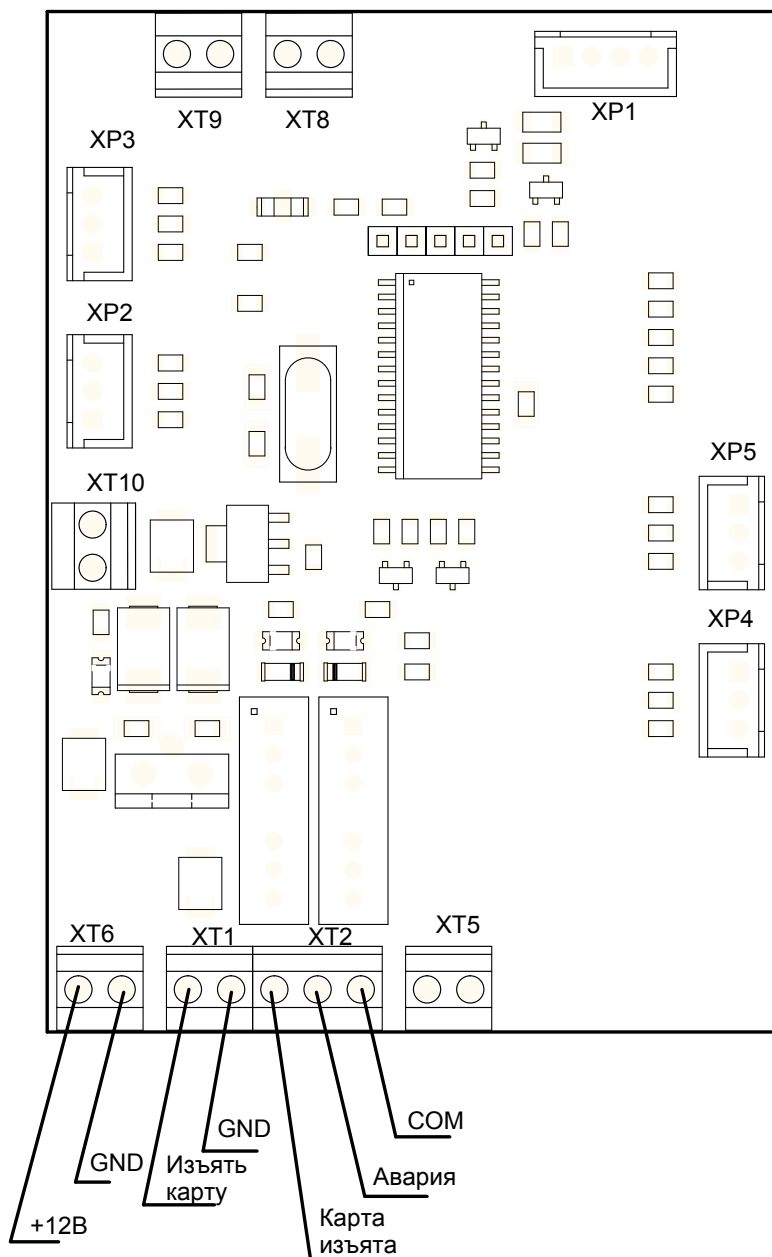

Рисунок 3 – Плата управления картоприёмником
5.3.2 Кабель питания (9)* подключается к клеммной колодке *XT6* платы управления картоприёмником (см. рисунок 3 и Приложение А, рисунок А.1) 5.4 Управление